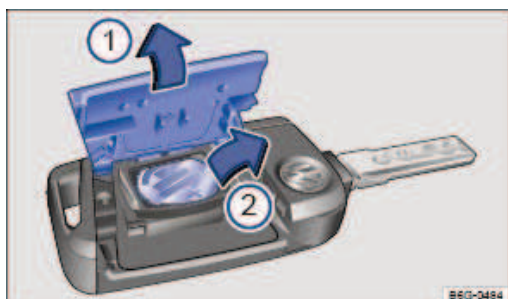

Fig. 59 Clé du véhicule : remplacement de la pile-bouton
Légende de la → Fig. 59 :
- Relevez le cache → Fig. 59⓪ ⇒ ⚠.
- Retirez la pile bouton du compartiment à pile en faisant levier → Fig. 59⓪.
- Remplacez le cache sur le boîtier et enfoncez-le → Fig. 59⓪.